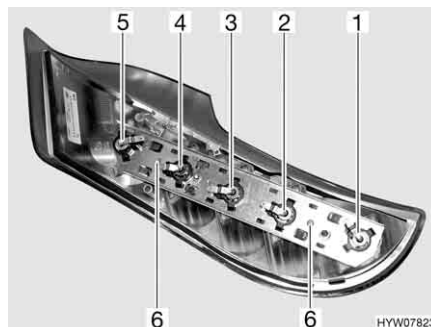

Fig. 177 Luci posteriori (lato posteriore)
- Svitare le due viti Torx (Fig. 177,6) del listello di supporto poste sul lato posteriore dell'involucro.